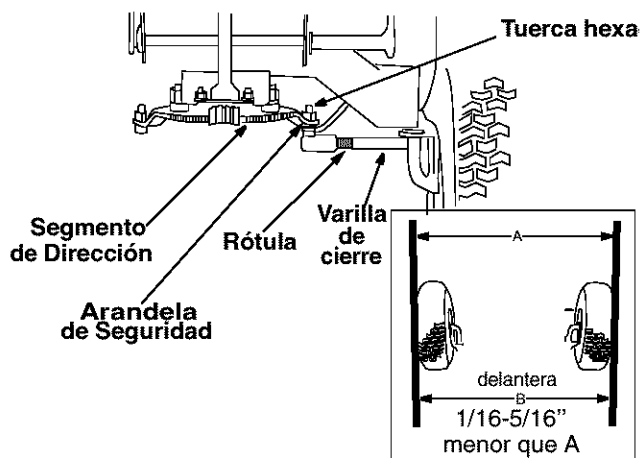

Figura 14
1. Retire la tuerca hex de $3/8$ " y la arandela que sostiene la rótula al segmento de la dirección. Ver Figura 14.
(Dimensión "B" debe ser aproximadamente $1/16$ - $5/16$ " menor que la dimensión "A"). Ver Figura 14.